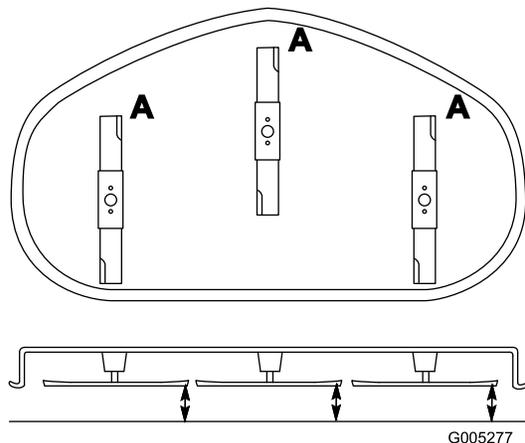

Figura 35
1. Gire las cuchillas hasta que los extremos estén orientados hacia adelante y hacia atrás (Figura 35). Mida desde una superficie nivelada hasta el filo de corte, posición 1,5, de las cuchillas (Figura 35). Anote esta dimensión.